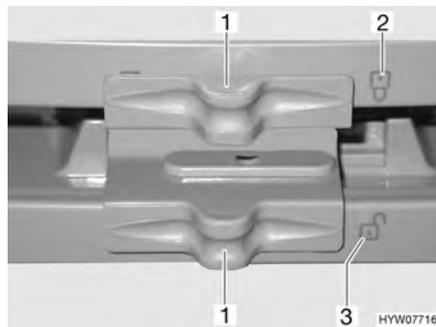

Bild 146 Verriegelung der Kühlschranktür/Frosterfachtür (Dometic 7er-Reihe mit separatem Frosterfach)
- Verriegelung (Bild 146,1) zur Seite schieben, so dass das offene Schloss "🔓" (Bild 146,3) sichtbar ist.
- Verriegelung (Bild 146,1) zur Seite schieben, so dass das geschlossene Schloss "🔒" (Bild 146,2) sichtbar ist.